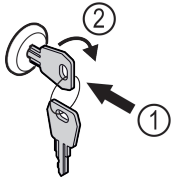

Fig. 126
- ▶ Sleutel erin duwen Fig. 126 (1).
- ▶ Sleutel 90° rechtsom draaien Fig. 126 (2).